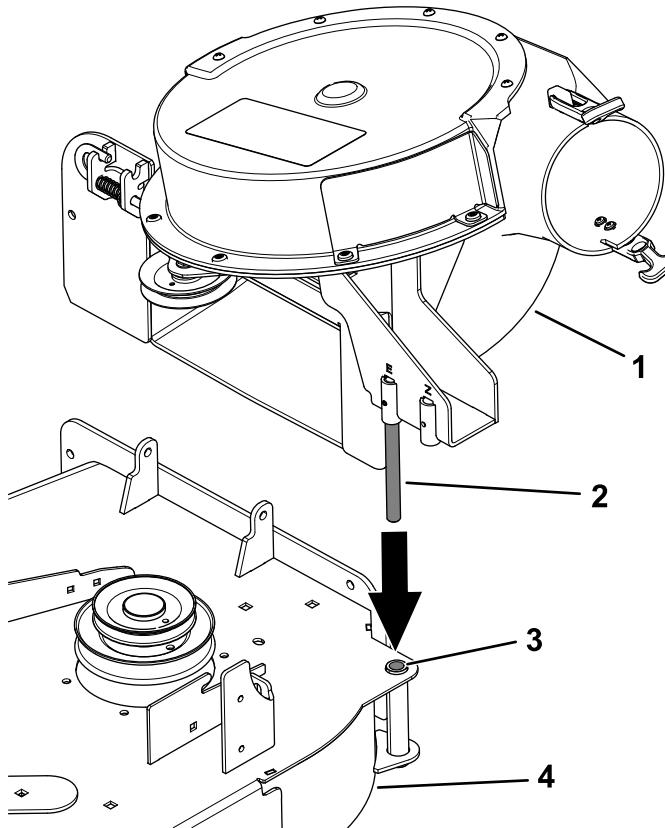

Figura 18
1. Allineate il perno girevole sul soffiatore con il relativo foro nel piatto di taglio (Figura 18).
3. Abbassate il soffiatore e fate scorrere il perno girevole nel foro del perno (Figura 18).